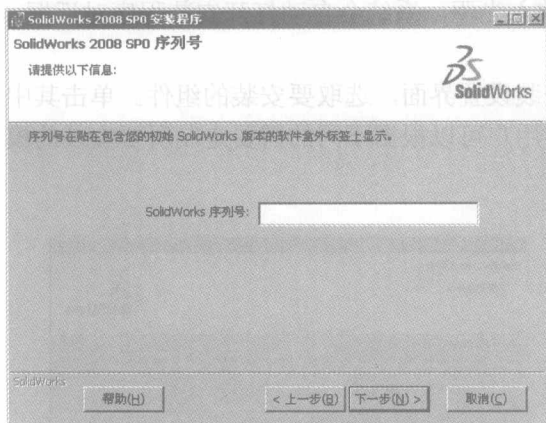

图 1-6 输入安装序列号
(5) 单击 **下一步(N) >** 按钮打开如图 1-6 所示的安装窗口, 系统提示输入安装的序列号, 使用软件包自带的序列号进行安装。